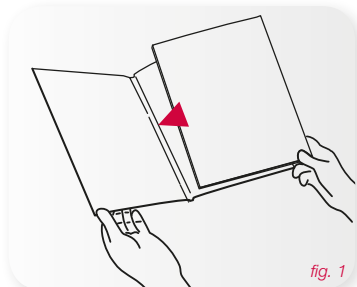

fig. 1
- Insérez les documents dans la couverture. *Fig. 1*